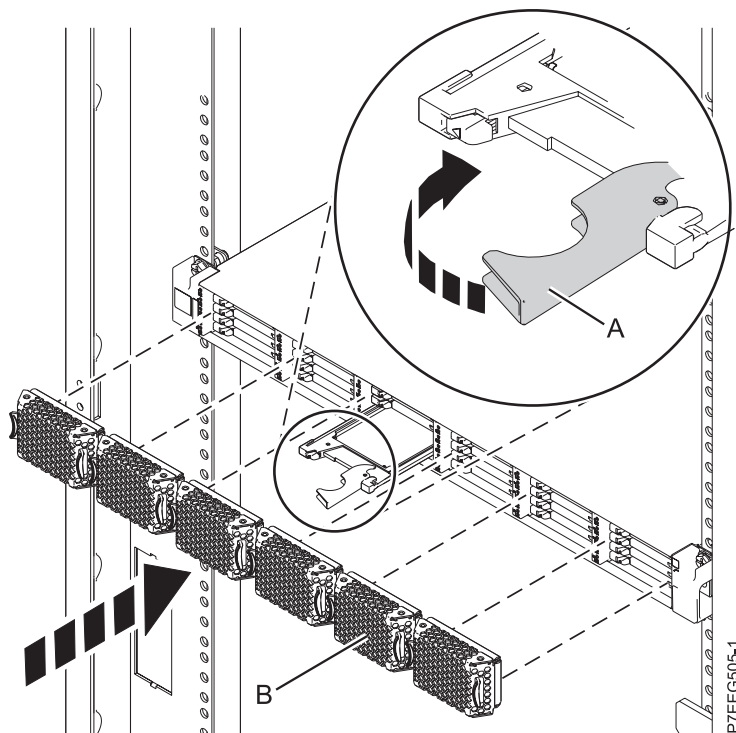

Figura 9. Instal·lació d'una unitat d'estat sòlid a Al·lotjament d'emmagatzematge EDR1 PCIe
1. Amb la nansa en posició desbloquejada, alineu la unitat d'estat sòlid amb les guies de l'allotjament. Consulteu Figura 9 a la pàgina 19.